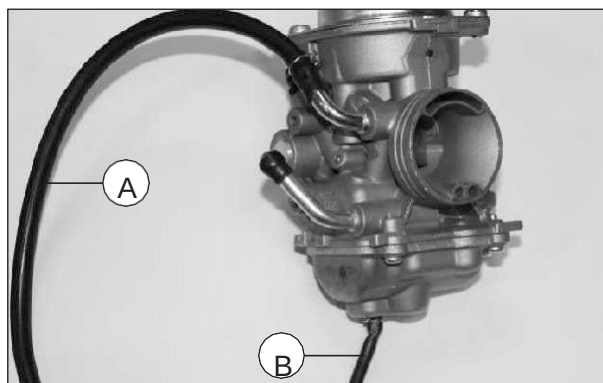

Fig.4.13
- Retire la manguera del respiradero (A) y la manguera de drenado (B). (Fig. 4.13)